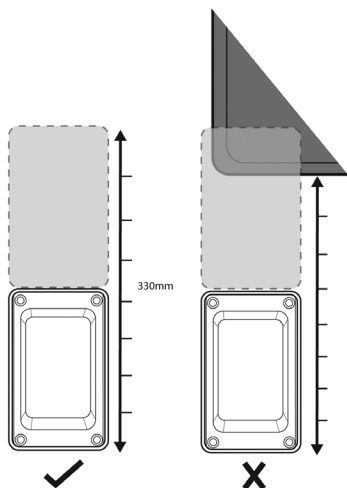

Abbildung 2.
- (Abbildung 2) Stellen Sie sicher, dass Sie genügend Wandfläche für die Montage zur Verfügung haben, einschließlich eines ausreichenden Freiraums für die Whale Easi-Slide Abdeckung bei der Installation und beim Öffnen.